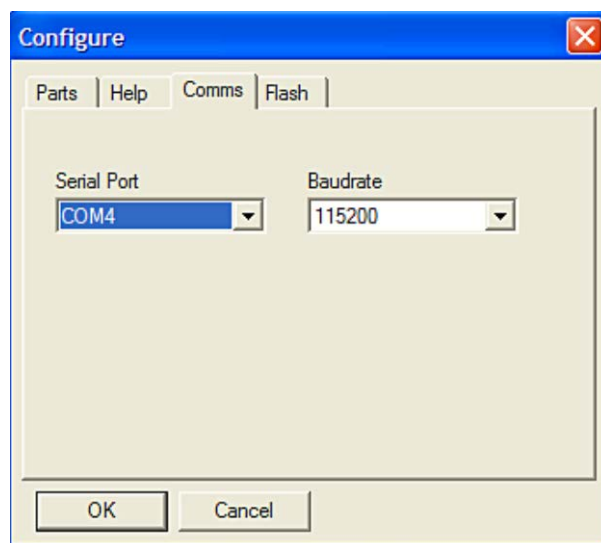

図 9. ダウンローダ用の COM ポートの選択
4. **Configure** をクリックして、図 9 のウィンドウを表示します。
**ADuC7026** マイクロコントローラのダウンローダ・ファイルを設定します。調整が必要なオプションは COM ポートだけです。**Comms** タブの **Serial Port** ボックスから該当するポート選択することができます (図 9 参照)。